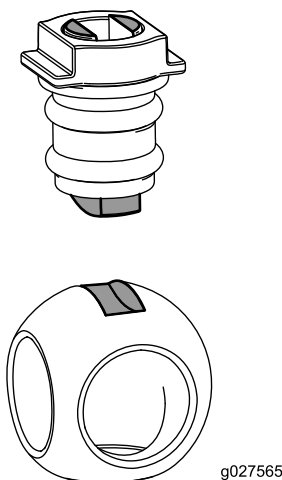

Figura 114
6. Introduza a bola no corpo da válvula (Figura 114).
Nota: A haste da válvula deve encaixar dentro da ranhura de acionamento da bola. Se a haste da válvula não encaixar, ajuste a posição da esfera (Figura 114).